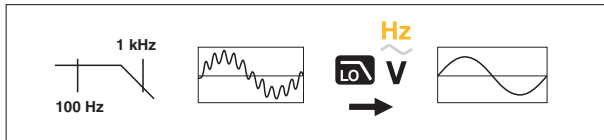

Bild 5. Lågpassfilter
AC-mätningarna använder ett AC-lågpassfilter (LO). Filtret blockerar oönskade spänningar över 1 kHz. Se bild 5. De lägre frekvensspänningarna passerar med minskad noggrannhet till mätningen under 1 kHz. Lågpassfiltret kan förbättra mätprestanda på komposit sinusvågformer som vanligtvis genereras av inverterare och motordrivningar med variabel frekvens.